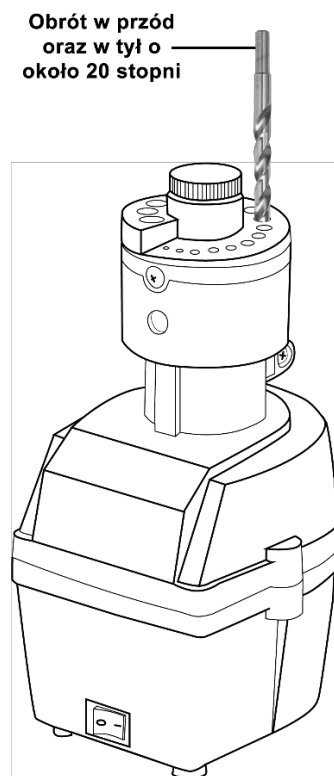

Fig. 2
4. Burghiul trebuie să fie în mișcare în timpul ascuțirii. Împingeți ușor burghiul și rotiți-l înainte și înapoi cu aproximativ 20 de grade (Fig. 2).